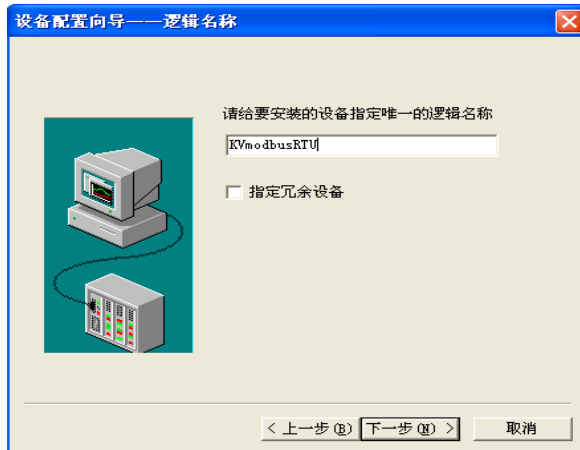

图 6.59 定义设备的逻辑名称
2. 指定莫迪康 PLC 的逻辑名称，如下图 6.59 所示：